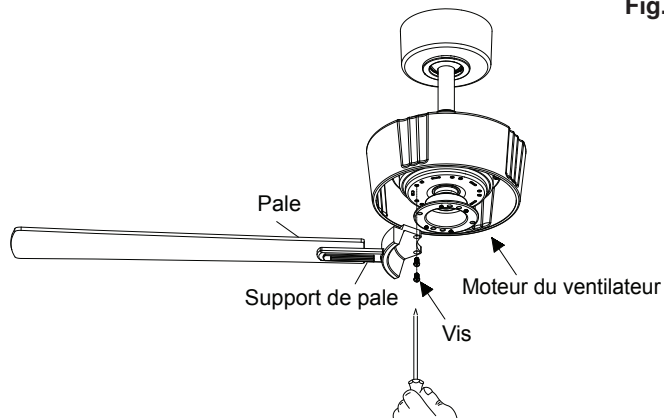

Fig. 17
**Étape 1.** Fixez les assemblages de pales sur le moteur du ventilateur en serrant la vis de support de pale sur le moteur du ventilateur. (Fig. 17)